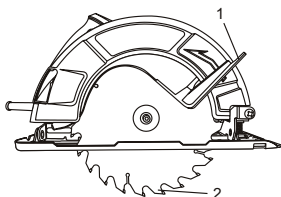

Fig. 1
Tournez le levier du protège-lame inférieur (1) dans le sens horaire vers l'avant de la scie, puis placez soigneusement la scie sur le carton ondulé de façon que les dents de la lame (2) reposent sur le carton ondulé (figure 1).